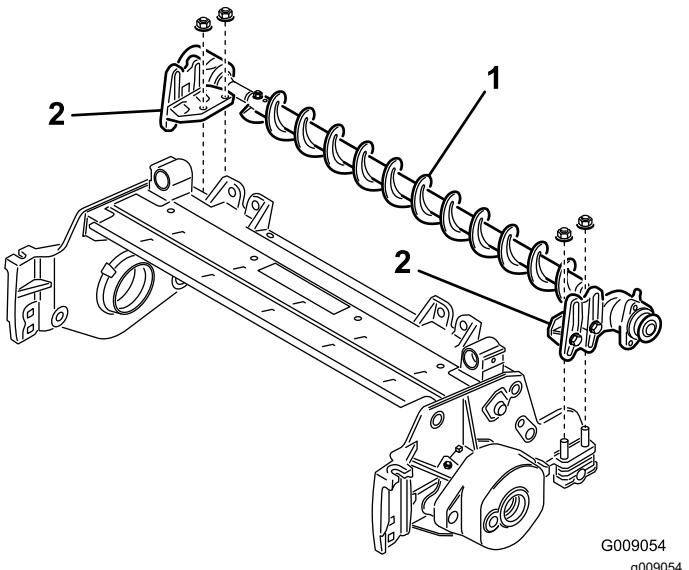

図 8
8. ローラブラシ・アセンブリ取り付けブラケットを、ローラブラケットボルトにセットする図 8。ブラシ